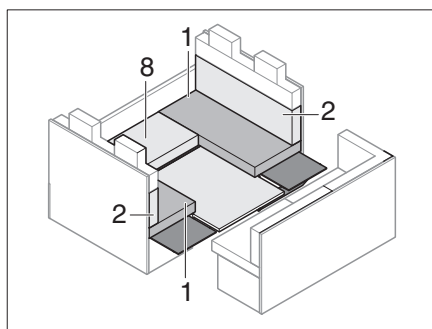

Fig. 193 Durante la trasformazione
- Rimuovere i cuscini del divano (Fig. 193,8) e la sottostruttura.